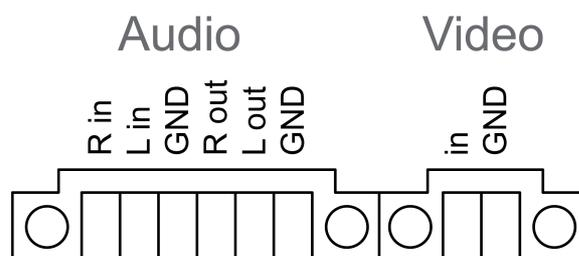

Figure 6: Affectation de raccordement des liaisons audio et vidéo
- Raccorder la tension de réseau **L** et **N** à la borne (33).
- Control 9 KNX : raccorder le câble de bus KNX à la borne (31).
- Raccorder les appareils audio à la borne (35) (figure 6).
- Raccorder l'appareil vidéo à la borne (36) (figure 6).